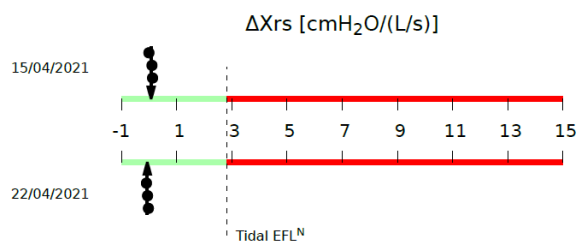

Figura 78 - Limitazione del flusso espiratorio nella respirazione corrente
- Se è stato impiegato lo stimolo a 5 Hz, un ulteriore grafico è mostrato in fondo alla pagina (Figura 78). Questo grafico mostra la media e la deviazione standard di  $\Delta X_{rs}$  calcolato su tutte le misure della sessione. I punti neri rappresentano i valori medi di  $\Delta X_{rs}$  delle misure singole.  $\Delta X_{rs}$  è la differenza tra la reattanza media inspiratoria ed espiratoria ed è un indice della limitazione del flusso espiratorio (expiratory flow limitation *EFL*) durante la respirazione (*Dellacà et al., ERJ, 2004*). Un valore soglia pari a 2.81 cmH2O/(L/s) è utilizzato per classificare il respiro del